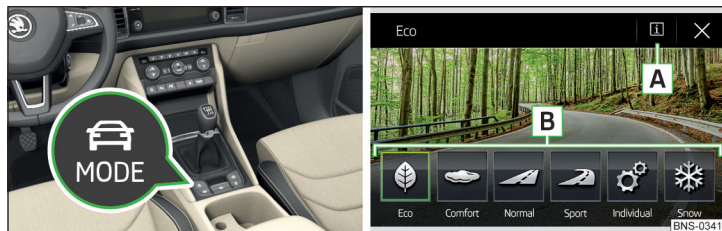

Fig. 307 Bouton pour le choix du mode de conduite / affichage dans l'infodivertissement
➤ Appuyer sur le bouton  » fig. 307.
Les touches de fonction suivantes s'affichent sur l'écran de l'infodivertissement » fig. 307.
- ▶ En appuyant la touche de fonction correspondante dans l'écran d'infodivertissement » fig. 307.